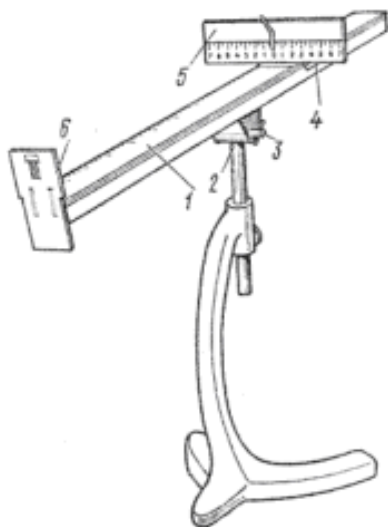

Рис.2
Получить дифракционный спектр можно, используя прибор для определения длины световой волны (рис.2). Прибор состоит из бруска 1 со шкалой. Внизу бруска укреплен стержень 2.
1. Соберите установку, изображенную на рис.2.